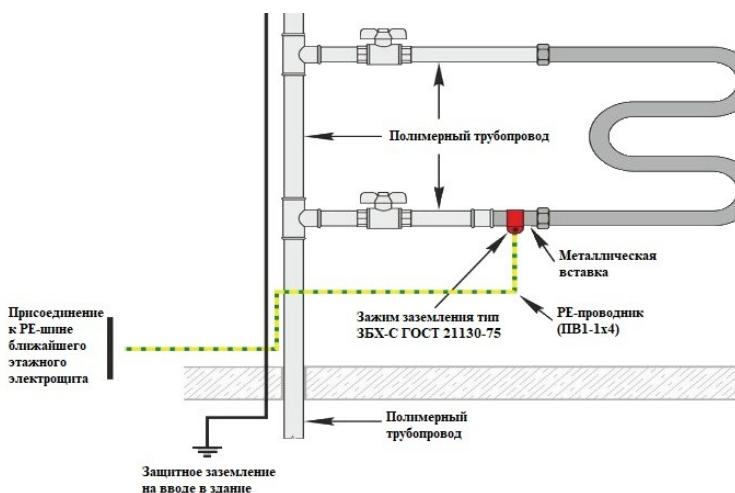

Рис. 4.
2. Если стояк и отводы полностью из полимерных труб, требуется установка металлической вставки (например, бочонок или ниппель соответствующего трубного диаметра) между шаровым краном и непосредственным присоединением полотенцесушителя. На вставку установить зажим заземления и медным проводом сечением 4 mm^2 соединиться с заземляющей РЕ-шиной ближайшего электрощита (Рис. 4).